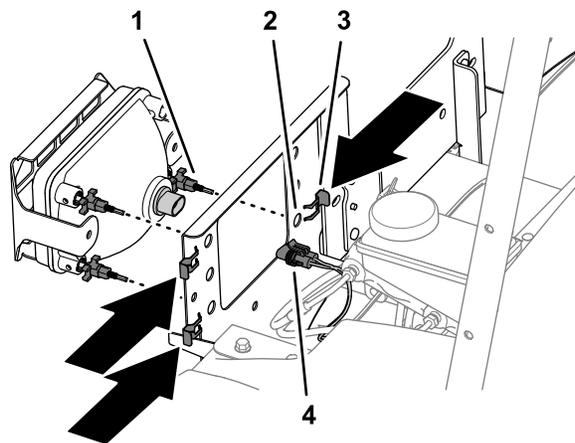

図 46
6. マシンのワイヤハーネスの2ソケットコネクタを、ヘッドライト後部の2ピンコネクタに接続する (図 46)。